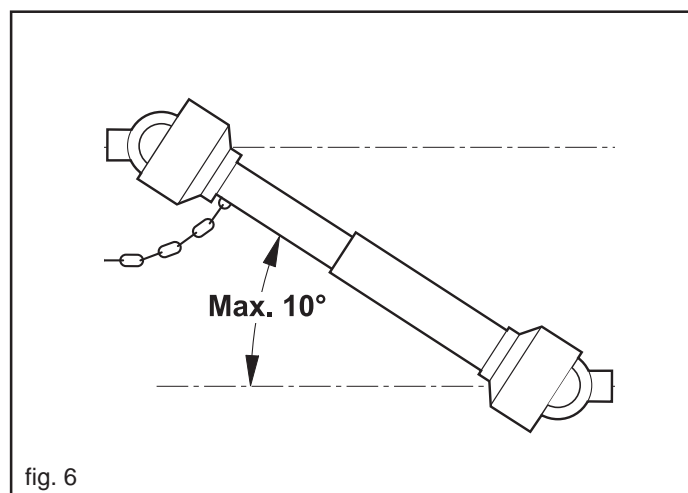

fig. 6
- 49) Débrayer toujours la prise de force quand l'arbre à cardans est trop ouvert (jamais plus de 10 degrés - Figure 6) et quand la prise de force n'est pas utilisée.